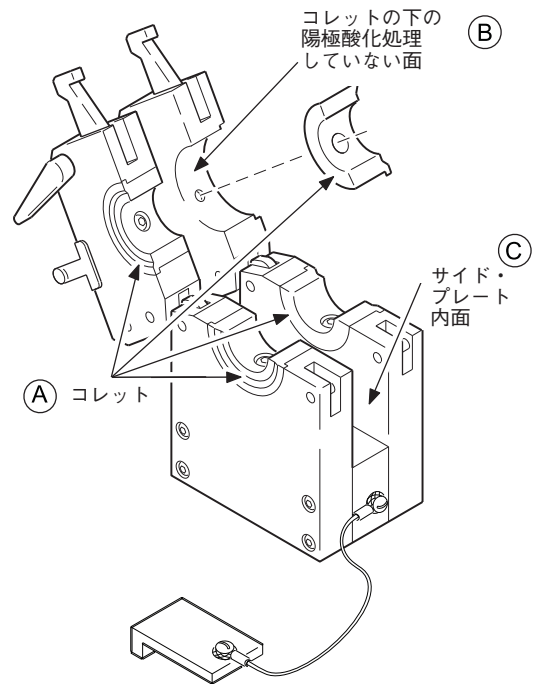

図 21：コレットおよびコレット取り付け面のクリーニングを行う
1. コレットの検査およびクリーニングを行います。図 21 (A) をご参照ください。
4. 目の細かい研磨パッドを使用して、サイド・プレートの陽極酸化処理していない接合表面から酸化物を取り除きます。図 21 (B) をご参照ください。
5. 清潔な柔らかい布を使用して、サイド・プレートの内面から汚れや酸化物を取り除きます。図 21 (C) をご参照ください。頑固な付着物は、目の細かい研磨パッドを使用して取り除いてください。